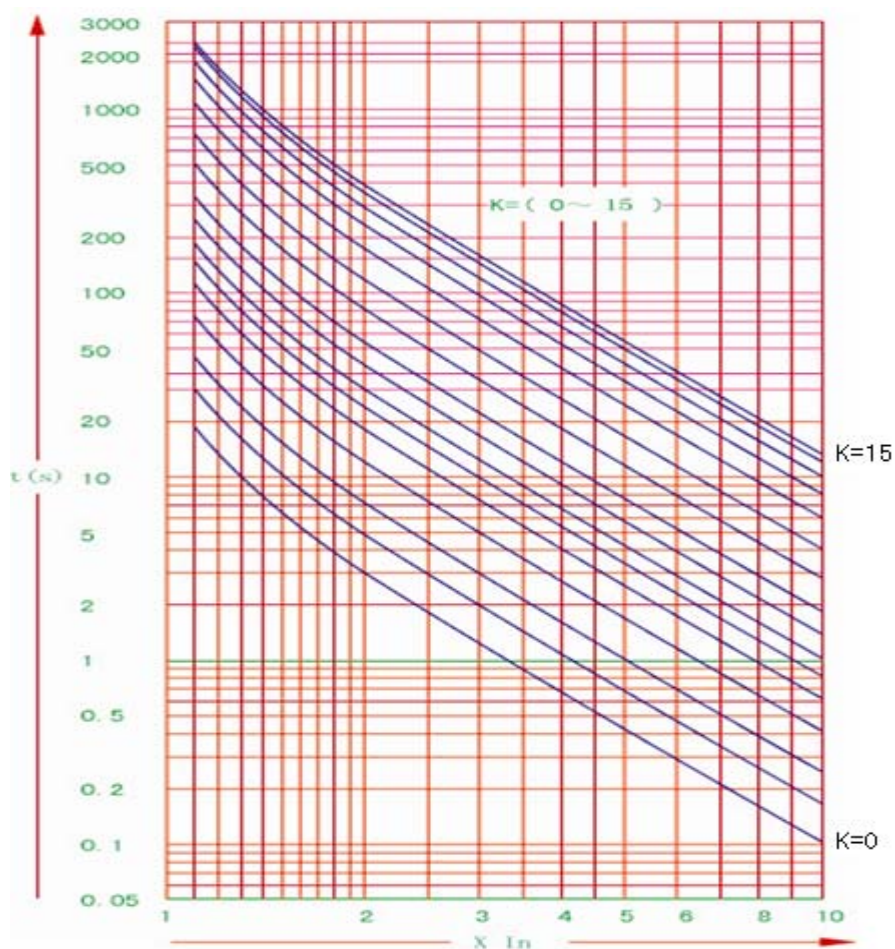

图 3 过载曲线
用电流热积累的反时限特性模拟电动机的热过载（见图 3 过载曲线），实现对电机过载的保护，共有 0-15 条过载曲线供选择。
- 2、热保护曲线选择：从热保护曲线图中选择需要的曲线序号（见图 3）。